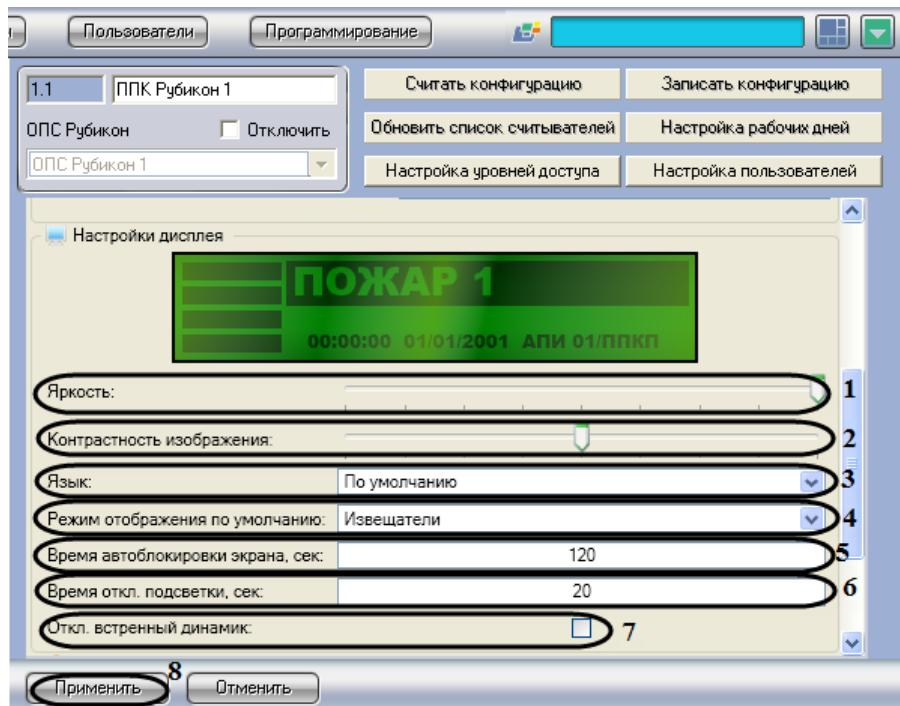

Рис. 3.3—3 Настройка параметров дисплея
1. Перейти на панель настроек объекта **ППК Рубикон** (Рис. 3.3—3).
2. Для изменения подсветки дисплея необходимо переместить ползунок **Яркость** в требуемое положение (см. Рис. 3.3—3, 1).
3. Для изменения контрастности изображения необходимо переместить ползунок **Контрастность** в требуемое положение (см. Рис. 3.3—3, 2).
4. Из раскрывающегося списка **Язык** необходимо выбрать язык пользовательского интерфейса (см. Рис. 3.3—3, 3).